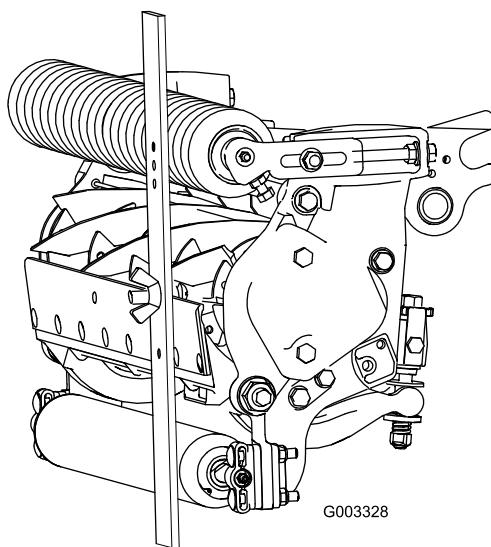

Figura 20
- Agganciate la testa della vite sul tagliente della controlama e poggiate l'estremità posteriore della barra sul rullo posteriore (Figura 20).
- Ruotate la vite di regolazione finché il rullo anteriore non toccherà la barra di riferimento (Figura 20).